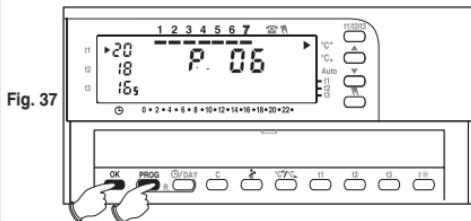

Fig. 37
- Appuyer plusieurs fois sur la touche **PROG** jusqu'à ce qu'à l'écran apparaisse l'indication **P 06**, puis confirmer en appuyant sur la touche **OK** (fig. 37).